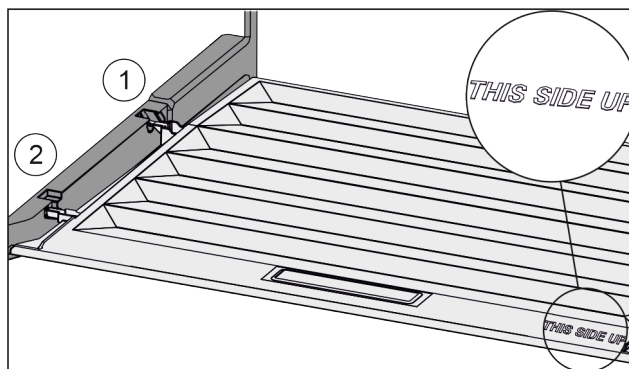

Fig. 151
- ▶ Výstupky veka zaved'te cez otvor zadného držiaka Fig. 151 (1) a zaistite vpredu v držiaku Fig. 151 (2).